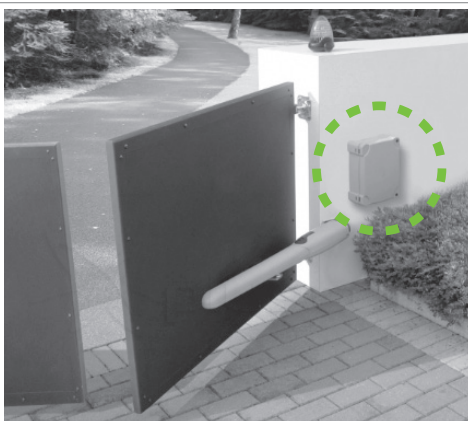

FIG.3
- Per cancelli a 2 ante o basculanti la centralina è posizionata all'interno del quadro di comando nelle vicinanze dell'automazione (Fig.3).